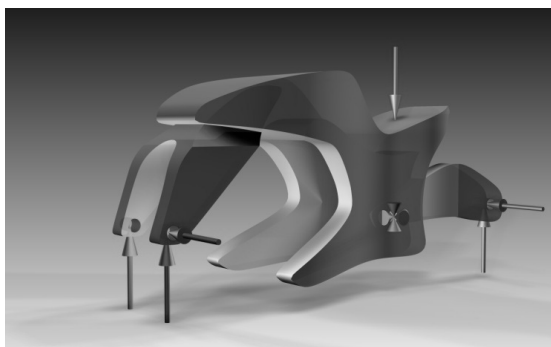

图 9-2 施加载荷与工况
2) 施加载荷与工况。在真实的物理环境中，产品要承受来自外部的载荷。例如，摩托车车架上可能承载的骑手重量，以及来自地面的支撑，如图 9-2 所示。